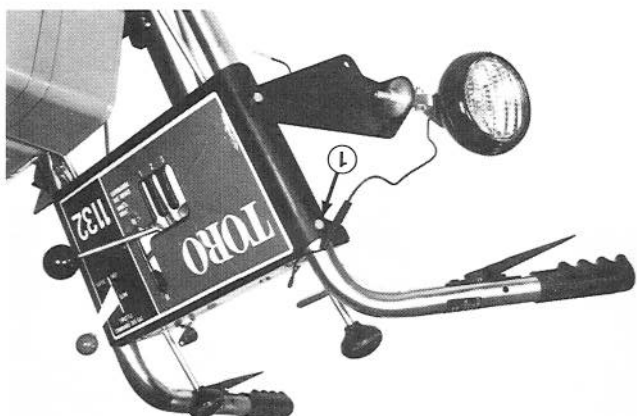

Figure 12
1. Enlevez la vis à tête supérieure, les rondelles et l'écrou de blocage qui maintiennent le tableau de commande au mancheron droit (Fig. 12).